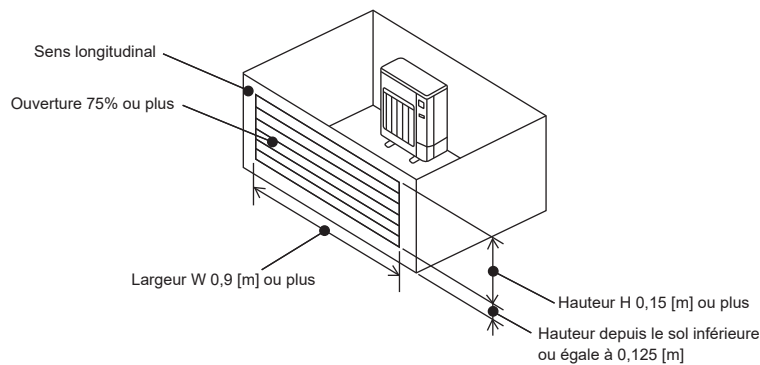

Fig. 2-18
- Installez un appareil extérieur à un endroit où les conditions de la Fig. 2-18 sont remplies.